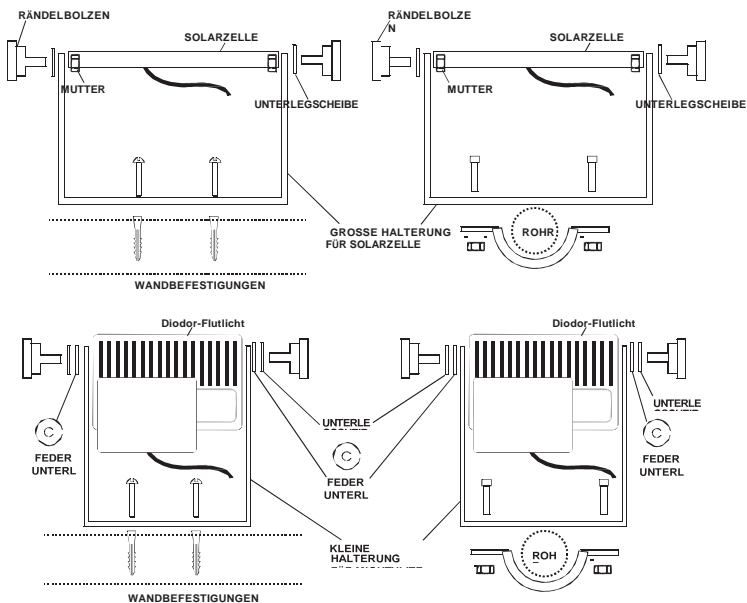

ABBILDUNG 1
- 10) Montieren Sie das Diodor-LED-Solar-Flutlicht mit den mitgelieferten Rändelbolzen an der Halterung. Positionieren Sie die Leuchte so, dass ein optimales Sichtfeld des Bewegungsmelders gewährleistet ist (siehe Abb. 1).